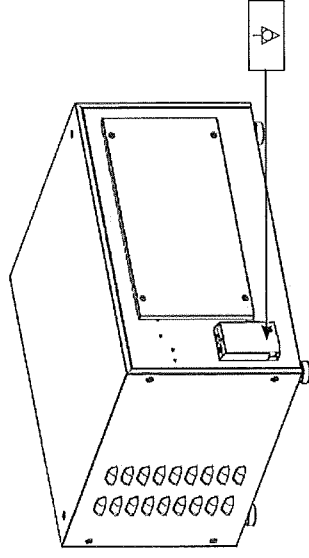

рис. 2
- подсоединить к клеммной колодке A (рис. 2) проводники L1 - N - $\downarrow$ кабеля питания типа H05VH-F, сертифицированного и с минимальным сечением, в соответствии с таблицей 1;